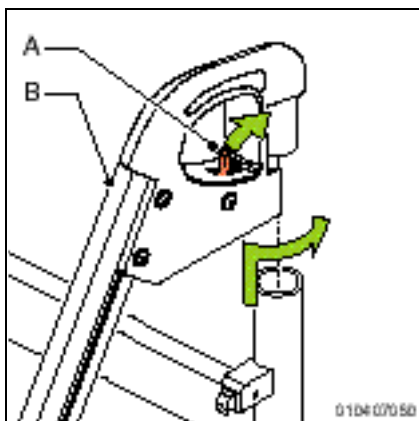

Figur 34
1. Løsne stjerneknappen (A) (figur 34).
2. Fjern armlænet (B) sammen med sidepanelet.